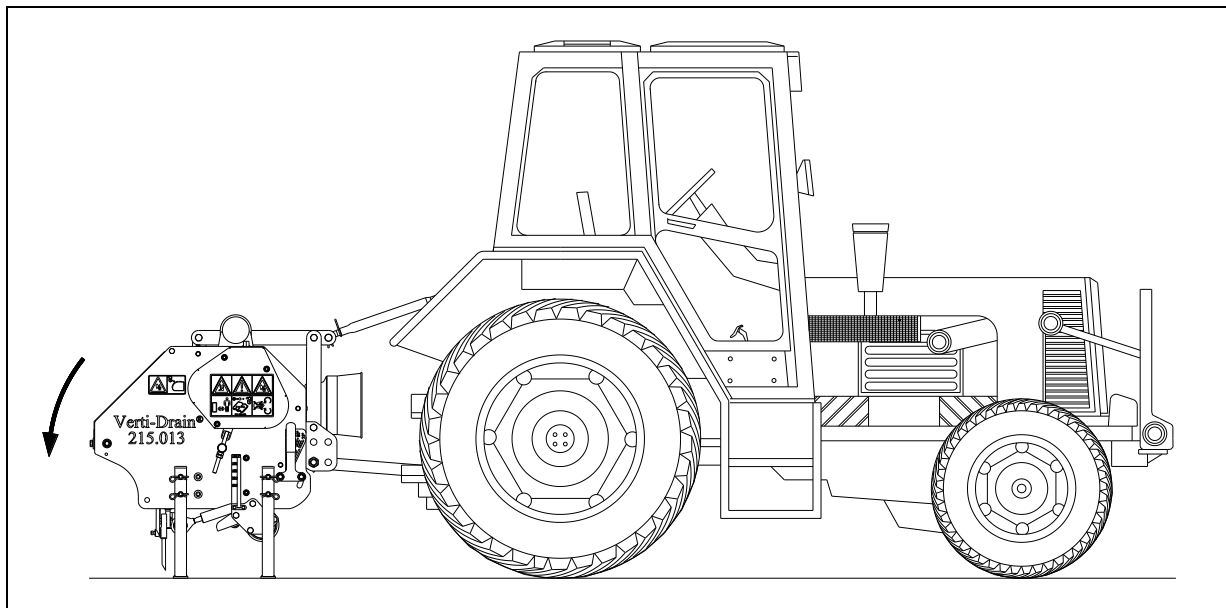

Fig. 12
3. Monteer poten zo dat de Verti-Drain® op de poten terecht komt wanneer de machine verder gezakt wordt (zie fig. 12).